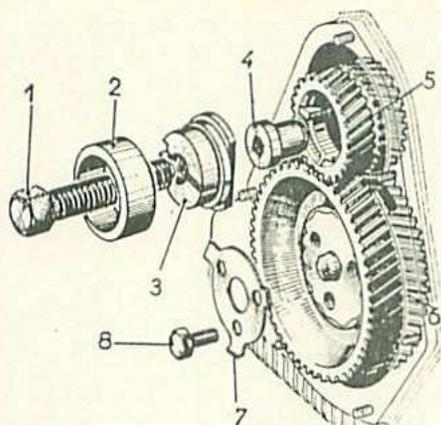

Fig. 18. — Détail de démontage du couple de distribution.
- Défreiner et déposer les trois vis (8) (fig. 18) fixant la roue de distribution (6) sur l'arbre à cames.
- Placer l'embout (4) de l'extracteur Wilmonda D.E.F. (formant butée) en